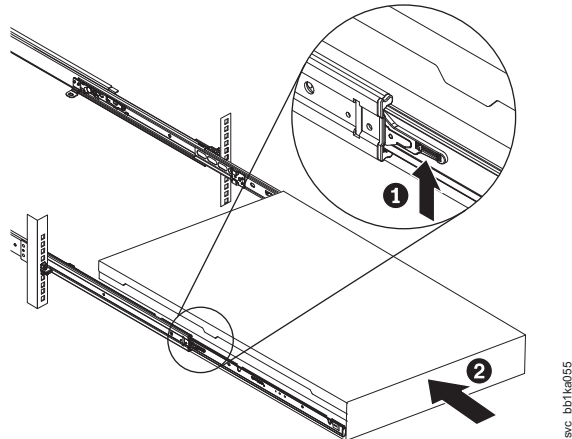

図 236. ラックのスライド・レールの SAN ボリューム・コントローラー 2145-CF8 または 2145-CG8 ロック・レバーを上げる
9. スライド・レール上のロック・レバー (270 ページの図 236 の **1**) を上げて、サーバー **2** を、所定の位置にカチッと音を立てて収まるまで、ラック内に完全に押し込みます。